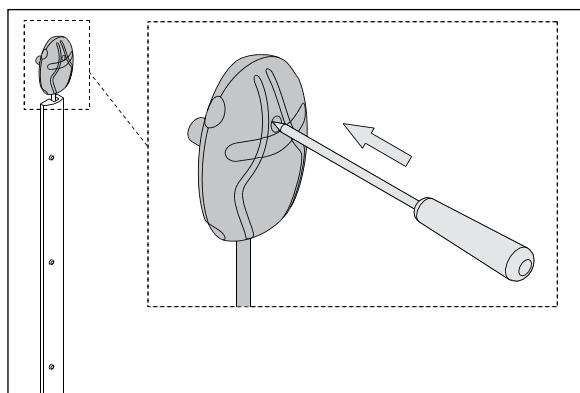

**Рисунок 10. Установка нагревателя с помощью крепежных наборов
3. Чтобы прикрепить нагреватель к каркасу сауны, используйте крепежные наборы (2 шт.). На рис. 10 приведены примеры использования крепежных наборов. **Внимание! Крепление нагревателя с верхней части стального каркаса может затруднить складывание камней и техническое обслуживание.**